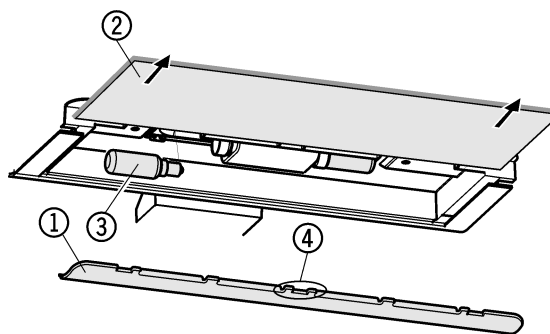

Fig. 18
- ▶ Ta av dekslet Fig. 18 (1): Grip bak dekslet med fingeren og løsne det.
- ▶ Trekk ut glassplaten Fig. 18 (2).
- ▶ Skift pæren Fig. 18 (3).
- ▶ Sette dekslet på igjen: Klikk dekslet på plass på venstre og høyre side og pass på at den midtre kroken Fig. 18 (4) griper over glassplaten.